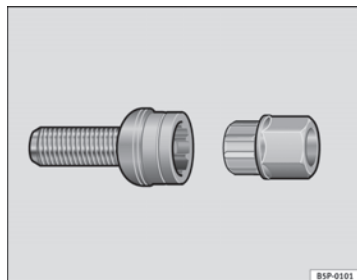

Fig. 197 Boulons de roue antivol
- Introduisez l'adaptateur au maximum dans le boulon antivol de la roue ⇒ fig. 197.